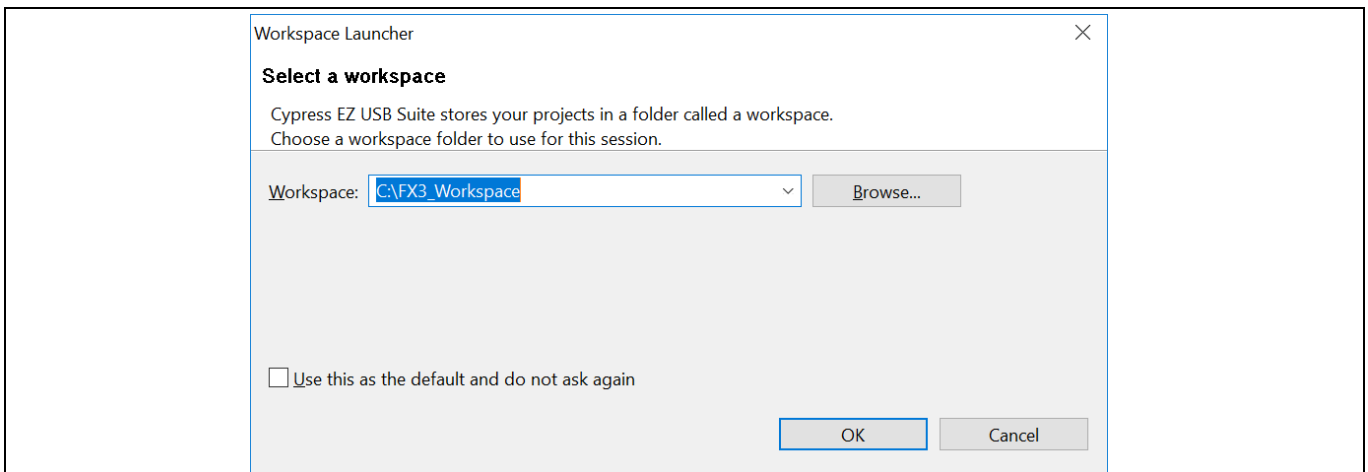

Figure 14 创建新 Workspace
- b) 第一次打开 Eclipse IDE 时，您将被提示创建一个存储各 Eclipse 项目的 Workspace 文件夹，如 **Figure 14** 所示。请确保记下创建 Workspace 的位置。您编译的所有固件都位于 Workspace 文件夹中。